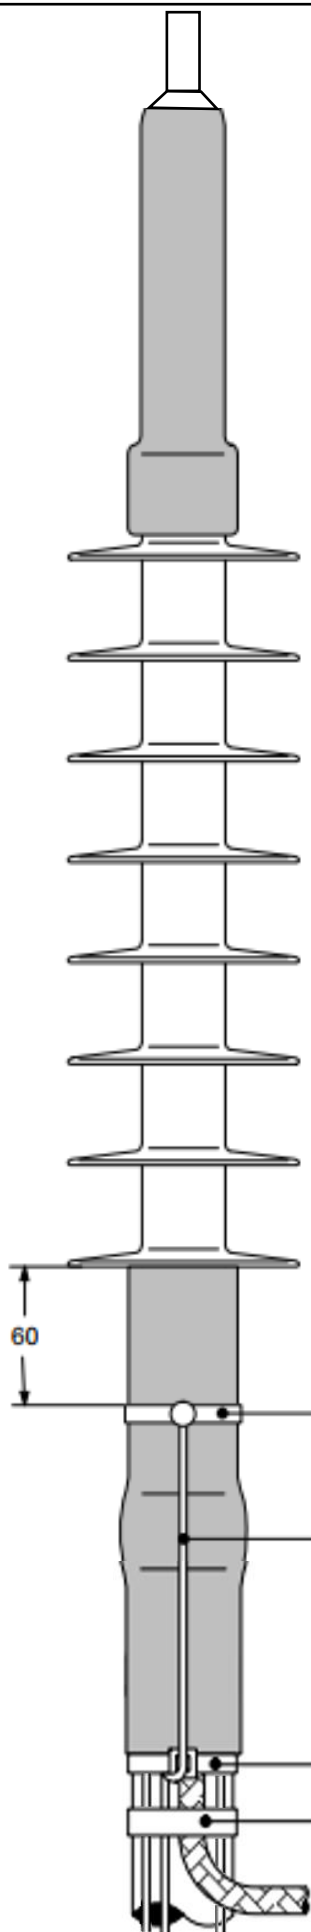

Fig. 9
8.3 Trim forsigtigt koldkrymprøret med en kniv lige under pinboltens skrå overgang (se fig. 9).